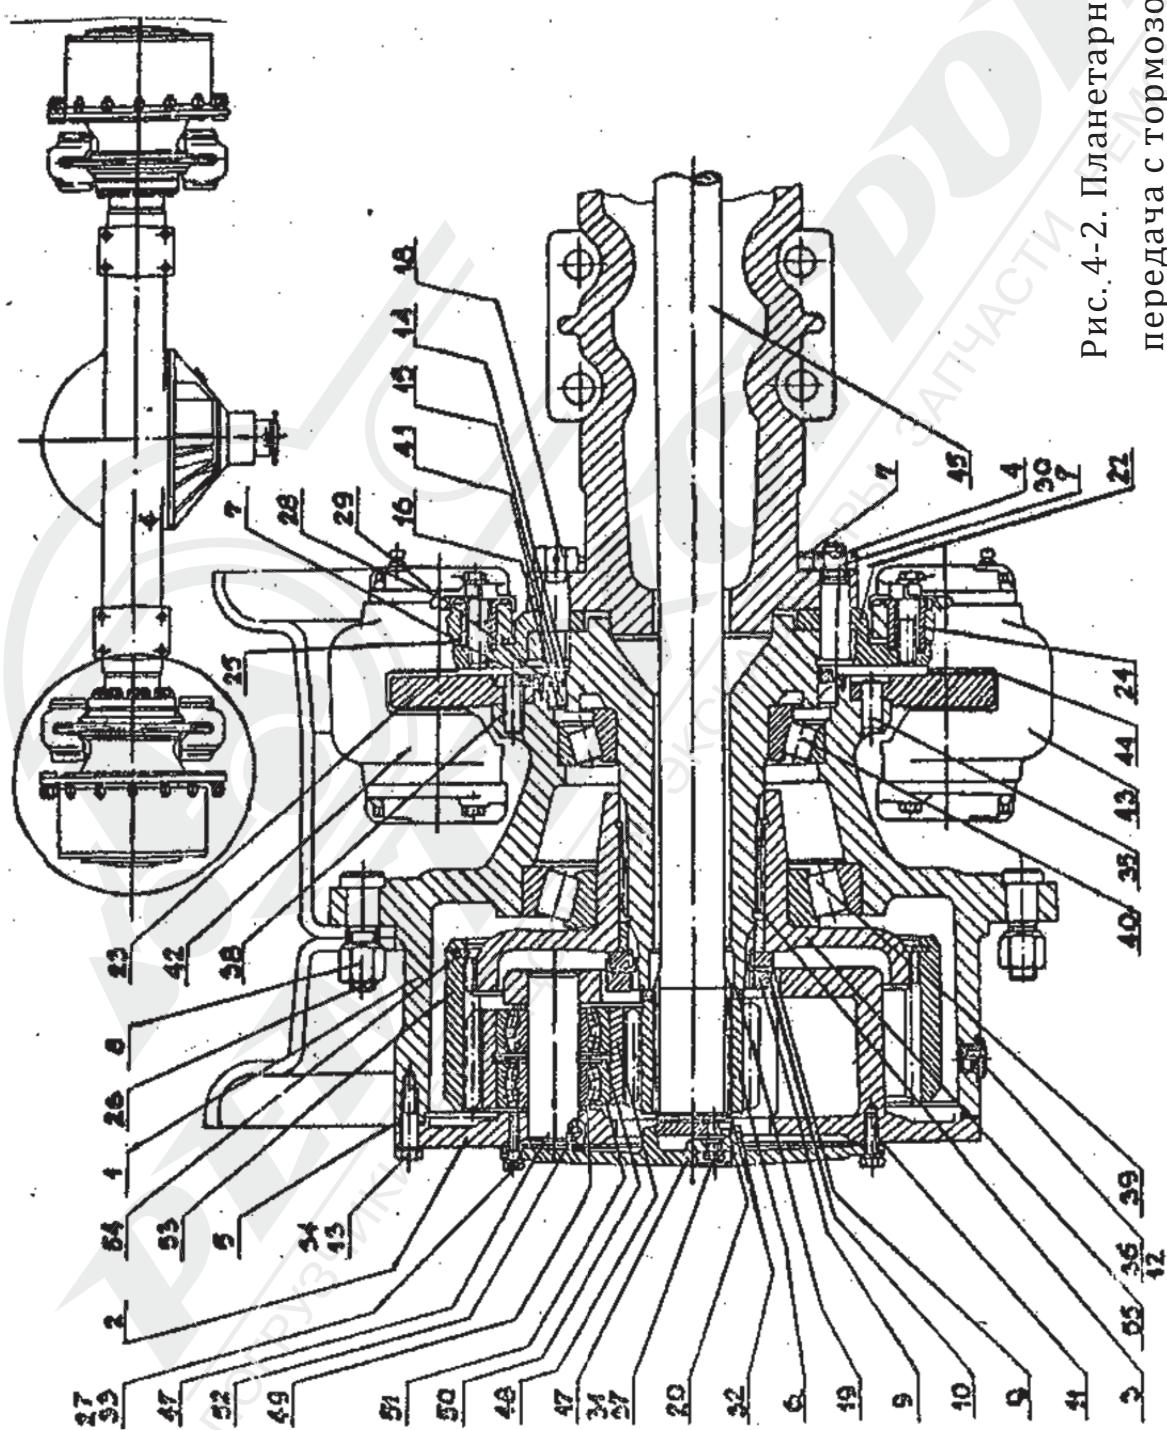

Рис. 4-2. Планетарная
4.1.6. Замедляющая передача /рис. 4-2/
Описание рис. 4-2.
4.3.1. Демонтаж планетарной передачи с тормозом /рис. 4-2/